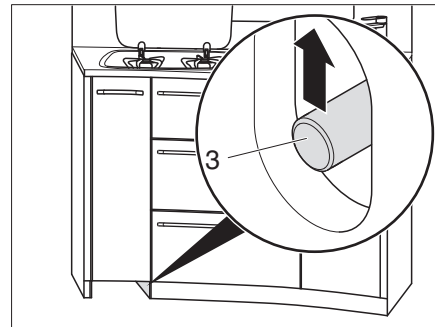

Bild 124 Låsa upp kökslådor
- Skjut skjutstången (Bild 124,3) uppåt.